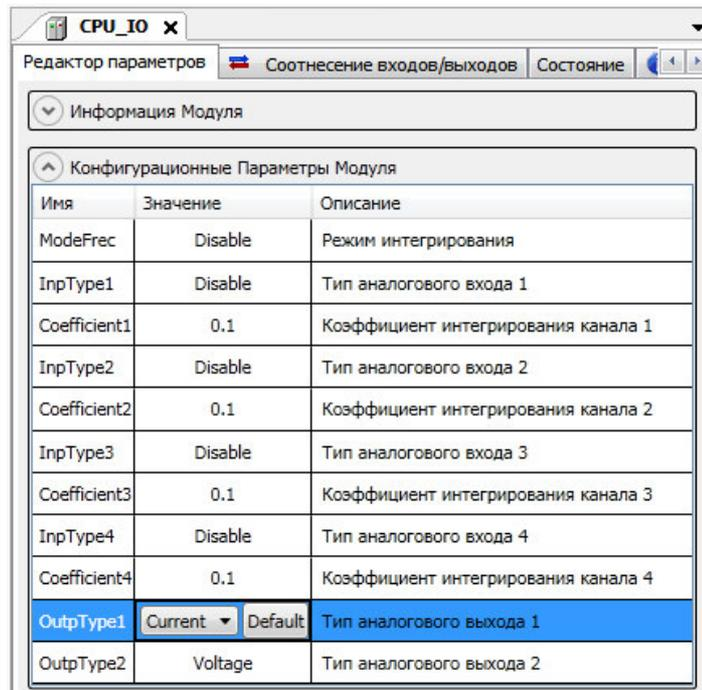

Рисунок 3.9 – CPU_IO. Редактор параметров
7. Открыть *Редактор параметров* для **CPU_IO**. Во вкладке *Конфигурационные параметры модуля* установить значение режима измерения для *OutType1* – *Current* (рисунок 3.9).